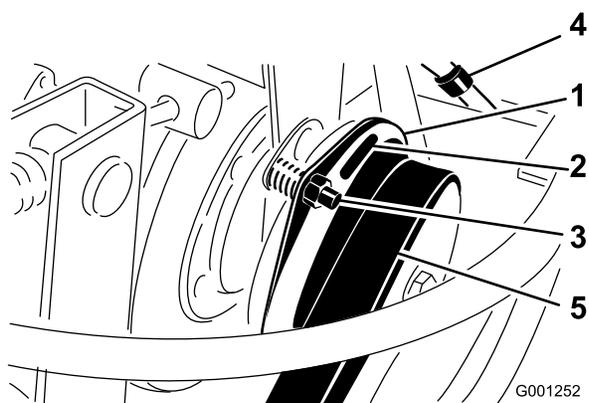

Figura 77
3. Ajuste a folga de modo a permitir a introdução de um calibrador de 0,38 mm entre a cobertura da embraiagem e a placa de fricção (Figura 77).
Nota: Pode reduzir esta folga se rodar a porca de ajuste no sentido dos ponteiros do relógio (Figura 77). A folga máxima é de 0,76 mm. Ajuste as 3 folgas.